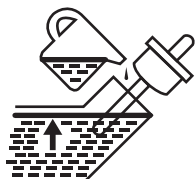

FIGURA 28: Nivel de aceite para motor
4. Inserte la tapa para llenado de aceite en el orificio para llenado de aceite, pero no la atornille (Figura 28).